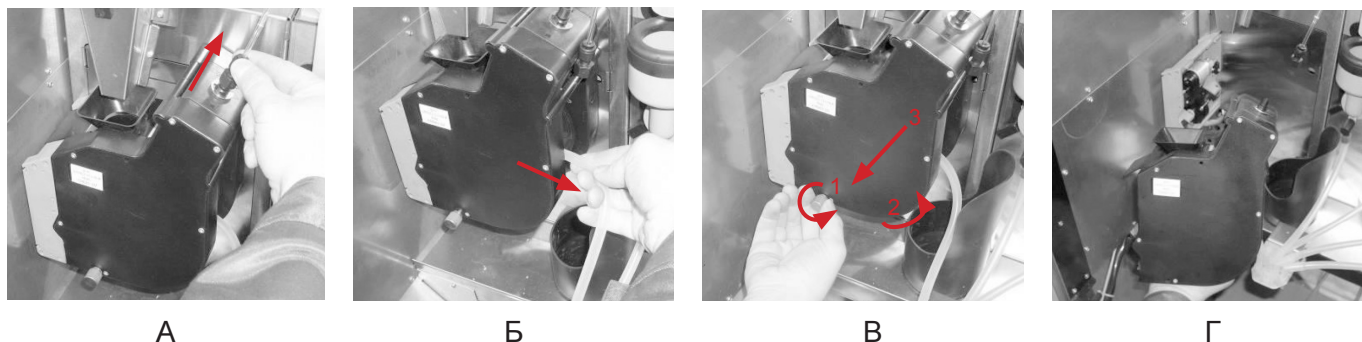

Рисунок 27 - Снятие группы эспрессо
1. Отсоедините трубку подачи горячей воды, нажав на цангу фиксатора (см.рис.27а);
2. Отсоедините выходную трубку приготовленного напитка вместе с соплом из держателя, приподняв пружинку фиксации трубки (см.рис.27б);
3. Открутите против часовой стрелки винт крепления группы эспрессо (1) (см.рис.27в);
4. Приподнимите вверх правый нижний угол группы эспрессо (2), затем потяните на себя (3) (см. рис.27в);
5. Снимите группу эспрессо (см.рис.27г)